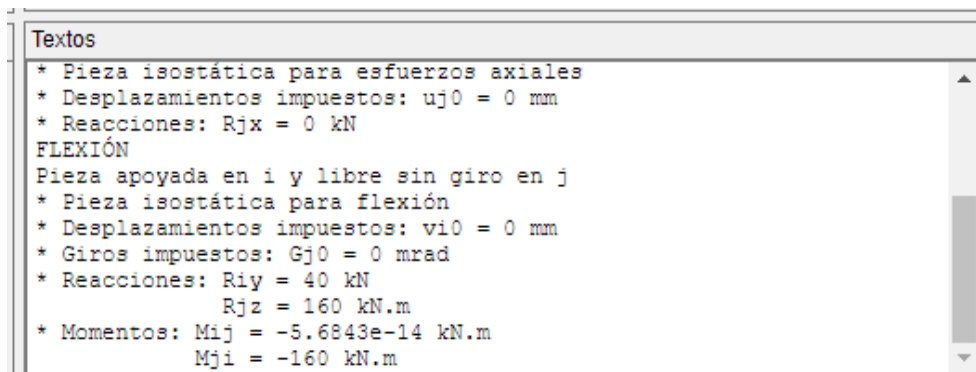

Figura 10. Panel de textos.
- i. **Barra de herramientas.** (Figura 10) En esta barra están los botones para realizar las diferentes utilidades de la aplicación.
- j. **Panel de textos** (Figura 10). Muestra las condiciones de contorno, el procedimiento y los resultados del problema resuelto, etc.